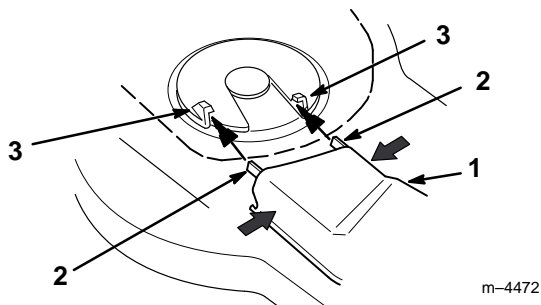

Figure 32
5. Pour replacer le carter de courroie, pincer les bords vers l'intérieur et insérer les languettes du carter de courroie dans les pattes du support du moteur (Fig. 32).